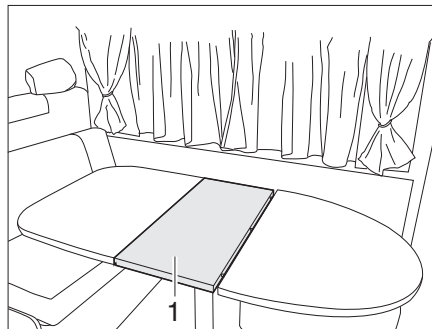

Fig. 87 Ampliar la mesa fija
- Insertar la prolongación del tablero de mesa (Fig. 87,1).
- Sacar la prolongación del tablero de mesa (Fig. 87,1) y guardarla seguramente.